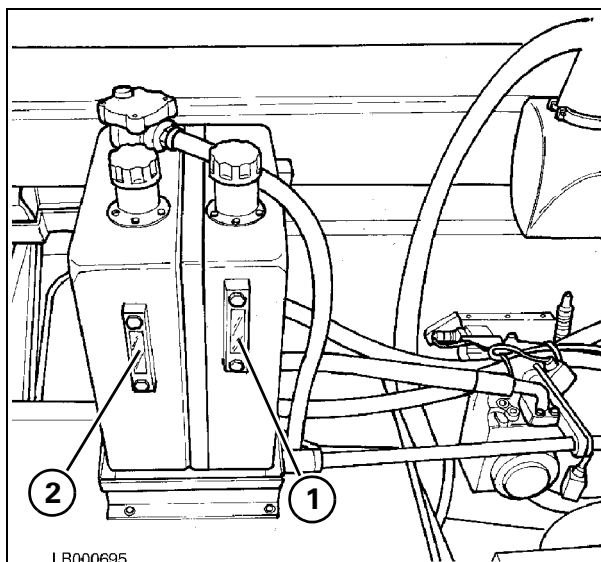

Рис. 9
**4. Уровень масла в баках гидравлической и гидростатической систем - Рис. 9**